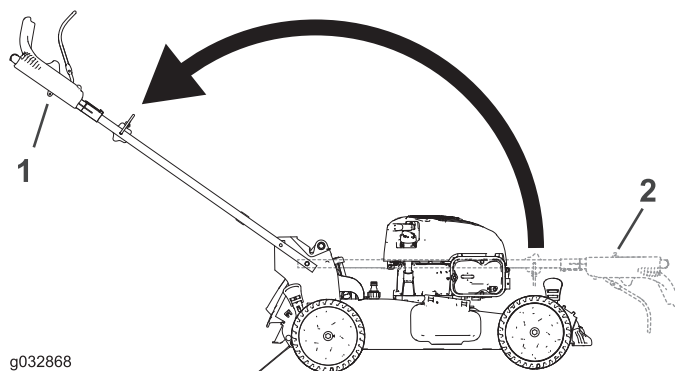

**Figure 5**
2. Montez les extrémités du guidon sur le carter de la tondeuse de telle sorte que la goupille fixée à chaque support du guidon soit insérée dans le trou inférieur de l'extrémité associée (Figure 5).